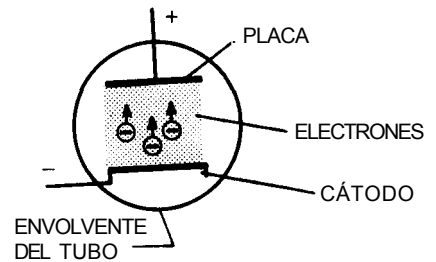

Fig. 19-4. Atracción electrostática de los electrones a la placa o ánodo de un tubo electrónico.
**Atracción electrostática.** El cátodo tiene carga negativa y los electrones que emite son atraídos por otro electrodo del tubo cargado positivamente que se denomina placa (Fig. 19-4). Este efecto se conoce como atracción electrostática. Cuando la placa no está cargada positivamente, no fluyen electrones. (En realidad, un pequeño número de electrones alcanzarán la placa aun cuando ésta no esté cargada. Lo anterior se denomina *efecto* Edison, en honor de Thomas Edison, quien lo descubrió.)